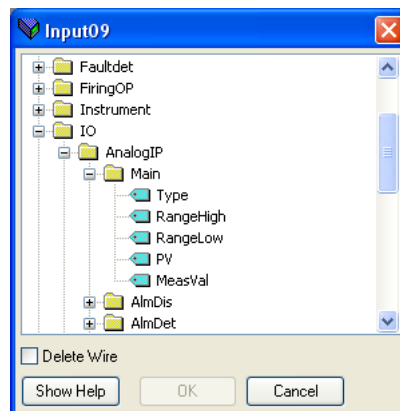

Abbildung 147 Browserfenster
1. Die nächste verfügbare Position in der Eingangs- oder Ausgangsdatentabelle doppelt anklicken und die Variable anklicken, die ihr zugeordnet werden soll. Ein Pop-up-Fenster (Abbildung 147) öffnet einen Browser, über den eine Parameterliste geöffnet werden kann.